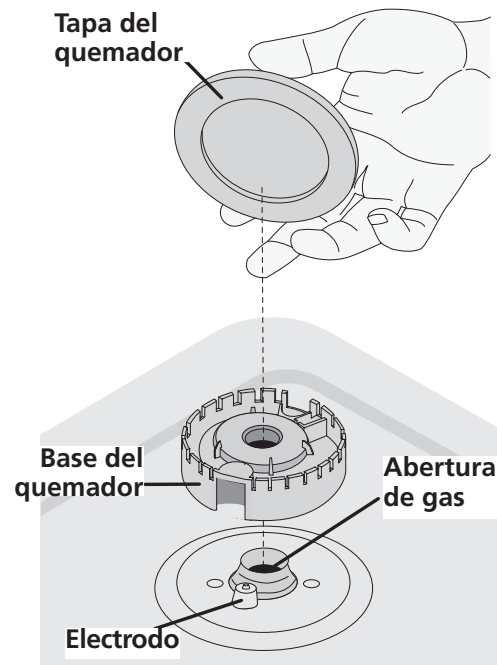

Figura 11
2. Ponga un nivel sobre la parrilla (vea figura 9). Tome dos lecturas con el nivel puesto diagonalmente en una dirección y después en la otra. Nivele la estufa, si es necesario, ajustando las 4 patas niveladoras con una llave de tuercas (Figura 11).
Esta plancha de cocinar está equipada con quemadores sellados como se muestra (Figura 11)